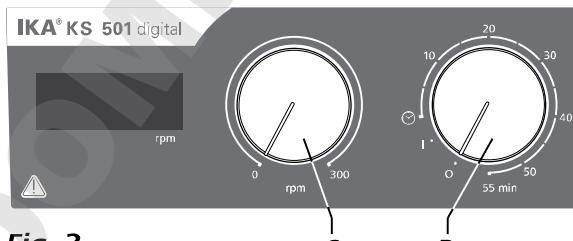

Fig. 3
- ⇒ Aby włączyć urządzenie, obrócić pokrętło „**Wł./wył.**” i „**Czasomierz**” (**B**, patrz Fig. 3) w kierunku zgodnym z ruchem wskazówek zegara do pozycji „**1**”.
- ⇒ Ustawić prędkość obrotową silnika za pomocą regulatora „**Prędkość obrotowa**” (**C**, patrz Fig. 3). Prędkość obrotową silnika można ustawać w zakresie od 0 do 300 rpm.